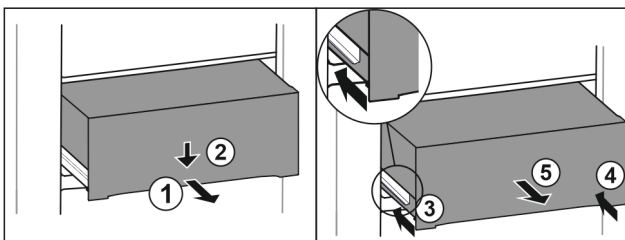

Fig. 213
- ▶ Schubfach halb herausziehen. Fig. 213 (1)
- ▶ Schubfach an der Vorderseite nach unten drücken. Fig. 213 (2)
- ▶ Linke Schiene etwa 2 cm einschieben. Fig. 213 (3)
- ▶ Rechte Schiene etwa 2 cm einschieben. Fig. 213 (4)
- ▶ Schubfach nach vorne entnehmen. Fig. 213 (5)